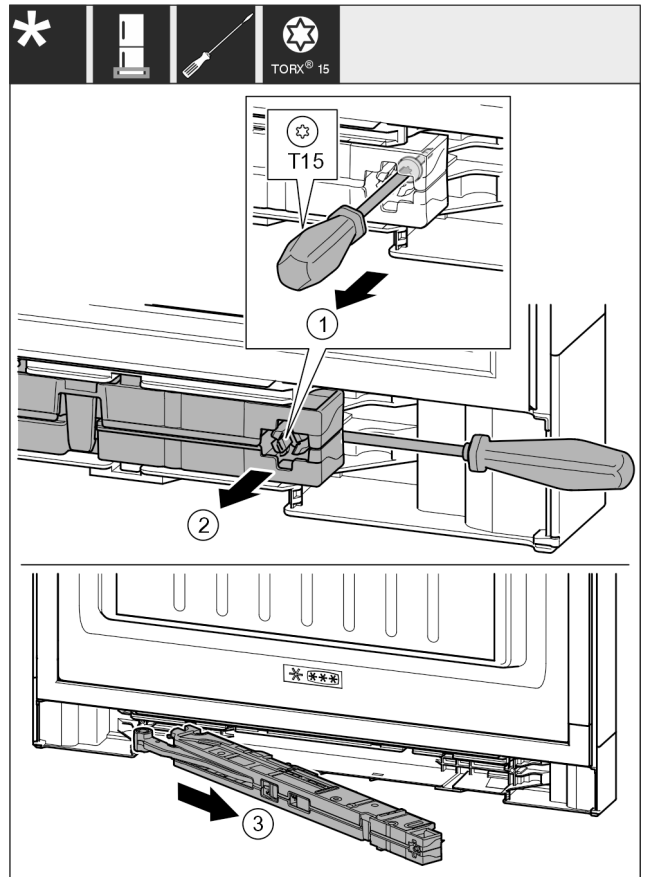

Fig. 17
- ▶ За допомогою викрутки T15 ослабте гвинт на демпферному вузлі приблизно на 14 мм. Fig. 17 (1)
- ▶ Перемістіть викрутку з боку ручки за демпферний вузол. Поверніть вузол уперед. Fig. 17 (2)
- ▶ Витягніть вузол. Fig. 17 (3)